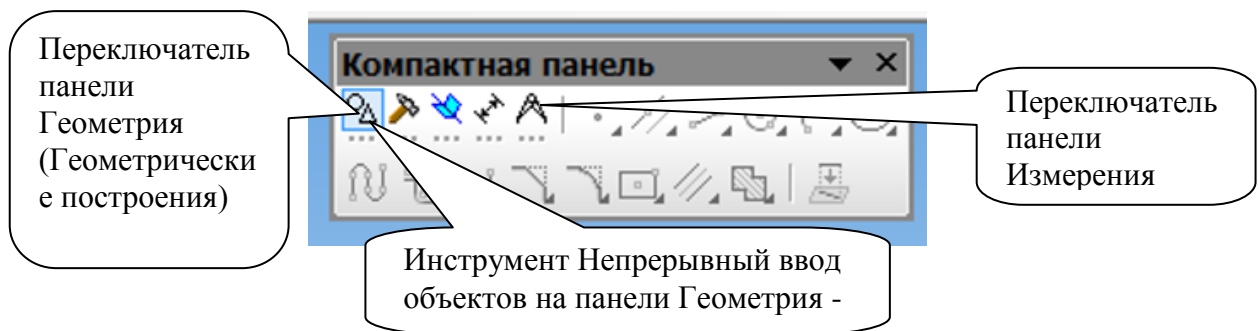

Рис. 10. Компактная панель инструментов
7. Щелкая по переключателям на Компактной панели, *просмотрите названия инструментов каждой панели с помощью всплывающей подсказки* (на рис. 10 активным является переключатель панели Геометрия).